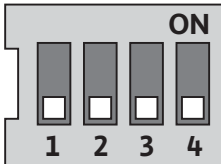

Fig. 29: Interrupteurs DIP
Les interrupteurs DIP (fig. 14, pos. 5/fig. 29) se trouvent sous le capot du boîtier.